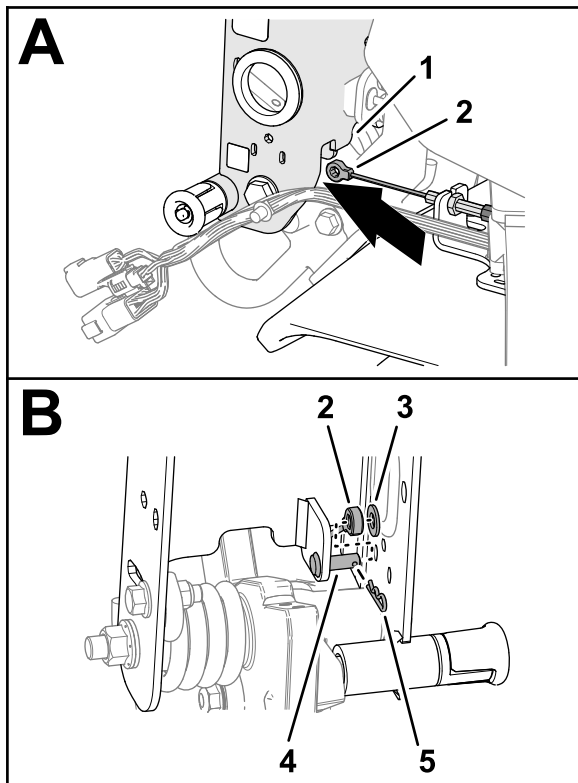

Figura 7
1. Direcionezi fittingul cablului de frână sub partea inferioară a canalului barei de ghidare (**Figura 7**).